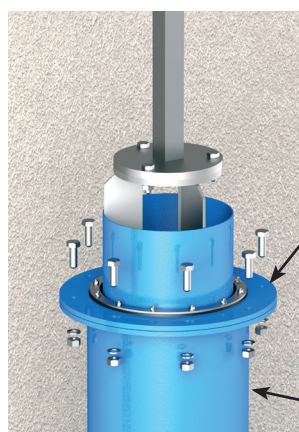

Fig. 10
3. Soltar y extraer la tornillería que amarra la brida soporte junta (5) con la brida del cuerpo (1) (fig. 10).